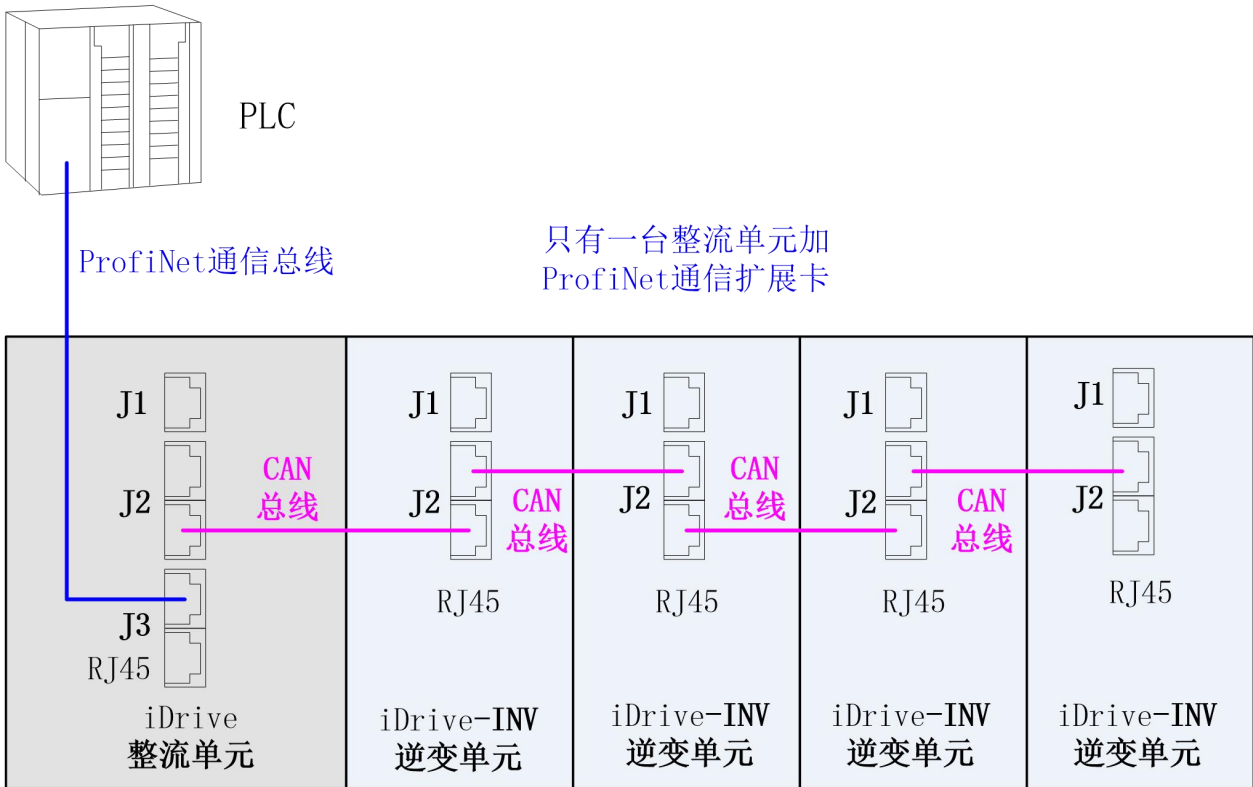

图 3-11 ProfiNet 转 CAN 通信组网示意图
⑥ 图 3-11 为 ProfiNet 转 CAN 通信组网，PLC 只和一台从机通过 ProfiNet 总线进行通信，所有从机之间通过 CAN 总线进行通信，因此只有一台从机单元需要加 ProfiNet 通信扩展卡，组网成本低，但通信可靠性和性能仍然很高。